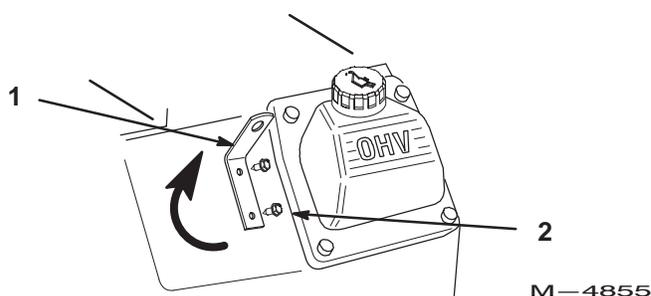

Figure 89
1. Trouvez le crochet de levage sur le moteur (Fig. 89).